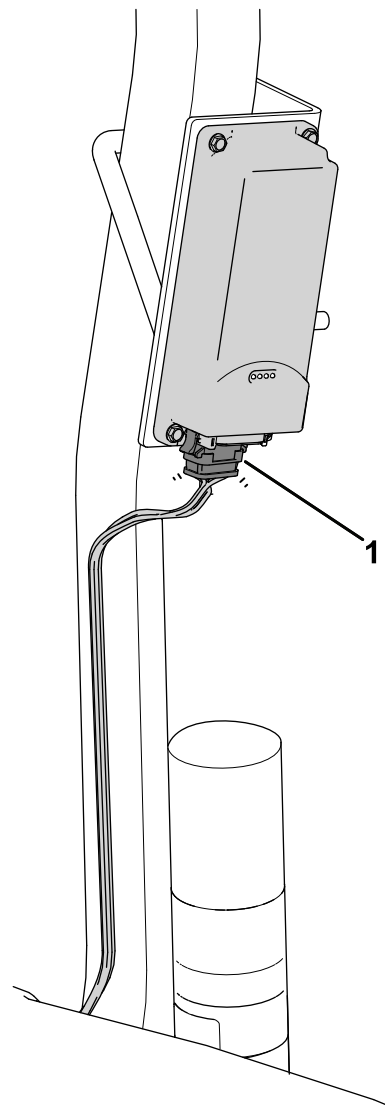

**Figura 7**
2. Utilice un perno en U y 2 tuercas con arandela prensada ( $\frac{3}{8}$ "") para sujetar el soporte del dispositivo encima del tubo del manual de la barra antivuelco (Figura 7).